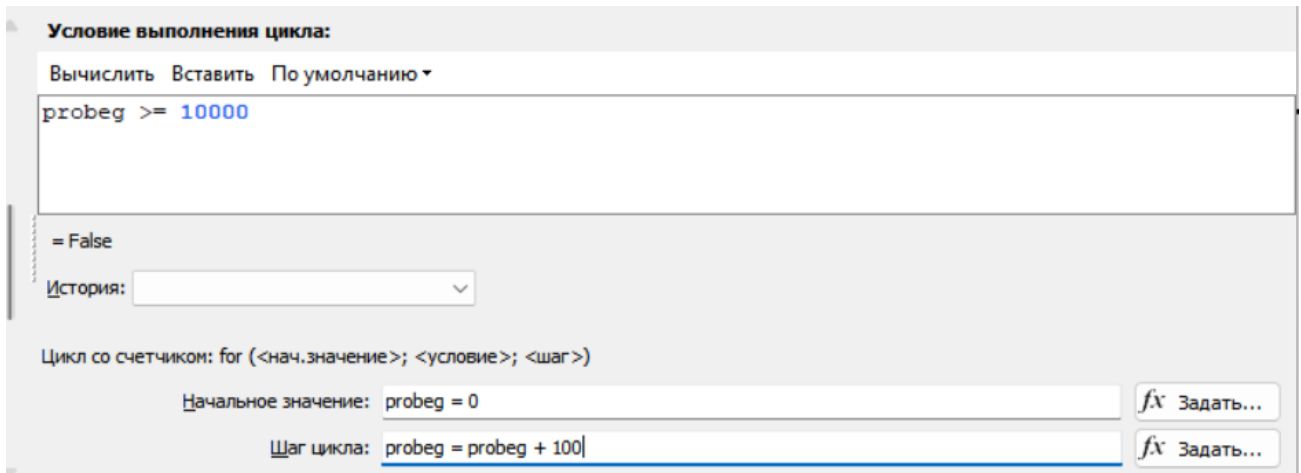

Рисунок 630
- Для сохранения выражения нажать кнопку  **Применить**. (рисунок 630)